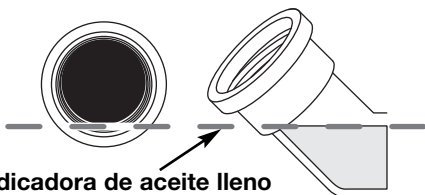
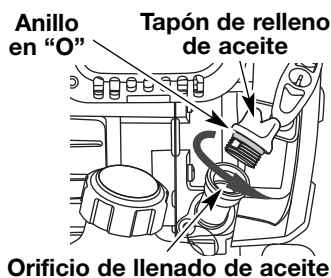

Fig. 13
Fig. 11
- Saque el tapón de aceite/ varilla de medición del cigüeñal (Fig. 11).
- Quite el tapón de llenado de aceite del cárter (Fig. 11).
- Revise el orificio de llenado de aceite (Fig. 11). Si el nivel de aceite llega hasta la primera rosca, entonces no añada más aceite (Fig. 13). Si no es así, continúe llenando con aceite hasta que llegue a la marca.